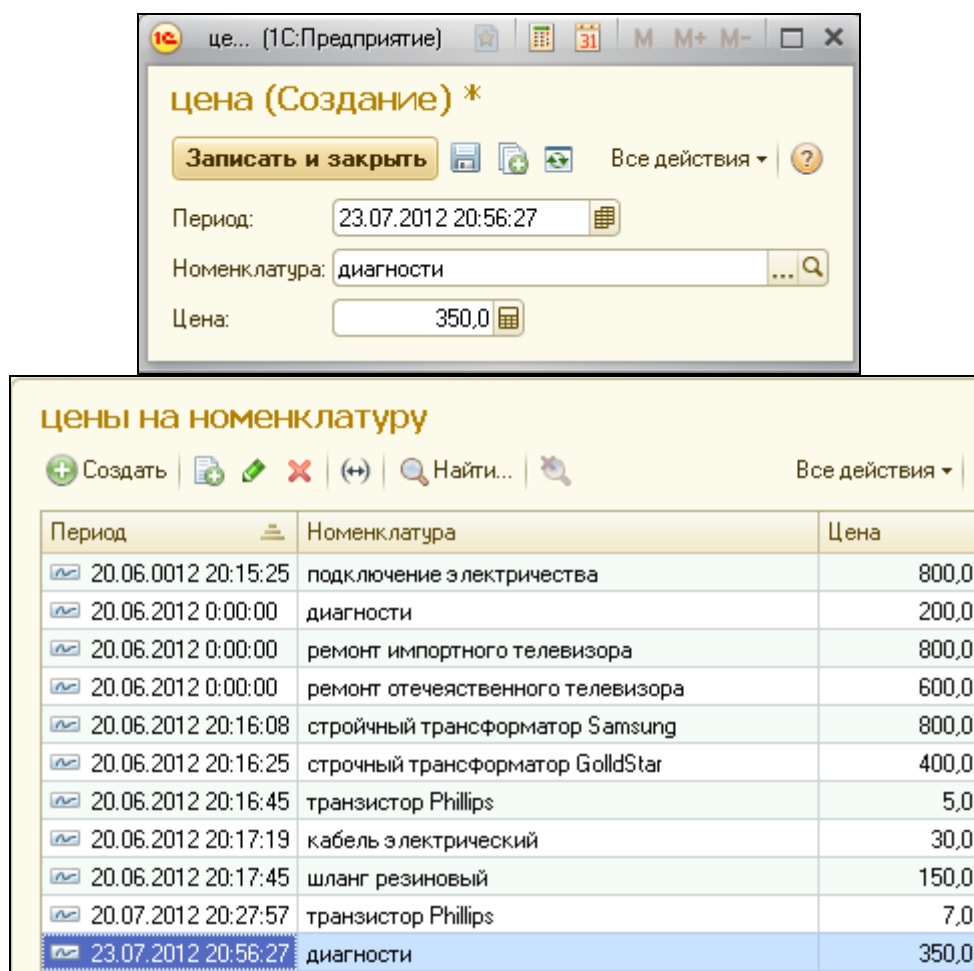

Рисунок 4.51 Добавление новой записи регистра Цены
19. Обновить конфигурацию и загрузить 1С:Предприятие. Откроем периодический регистр **Цены на номенклатуру**, добавим в него еще одно значение для услуги **Диагностика** (рис. 4.51).